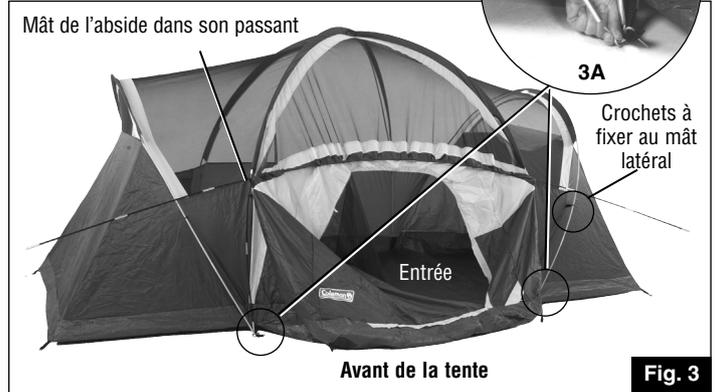

Fig. 3
8. Introduisez le bout de chaque mât latéral gris (sur les côtés de la tente) sur les chevilles des coins avant. (Fig. 3 et 3A)
9. Allez à l'extrémité des mâts latéraux et faites pression pour arquer progressivement les mâts. Introduisez la cheville dans le bout de chaque mât, à l'arrière de la tente. (Fig. 3 et 3A)
10. Attachez les crochets d'armature des bords de la toile aux mâts latéraux gris. (Fig. 3)
11. Enfilez le mât de l'abside – le seul qu'il vous reste – dans le passant qui se trouve au-dessus de l'entrée. (Fig. 3)